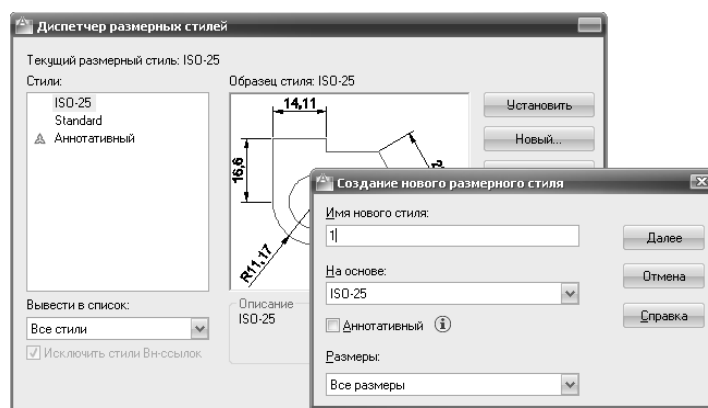

Рисунок 25 – Диалоговое окно «Диспетчер размерных стилей»
- 2 В диалоговом окне «Диспетчер размерных стилей» (рис. 25):